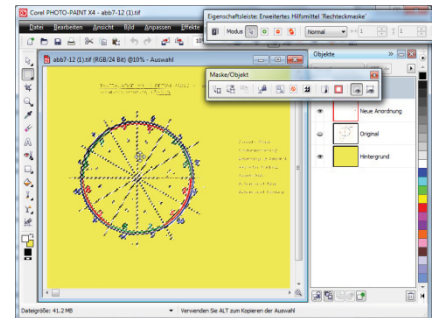

Abb. 10-53: Elemente neu anordnen
- Elemente neu anordnen (Abb. 10-53): SL MASKE/OBJEKT | MASKEN-MARKIERUNGSRahmen = ein, ÜBERLAGERUNGSMASKE = AUS ► mit HM RECHTECKMASKE | MASKIERUNGSMODUS = *Standard* einen rechteckigen Bereich auswählen und mit gedrückter ILMT verschieben ► Mit der Maus an beliebiger Stelle außerhalb der Auswahl klicken ►► Das verschobene Element verschmilzt mit dem Rest der Grafik auf der aktuellen Ebene.